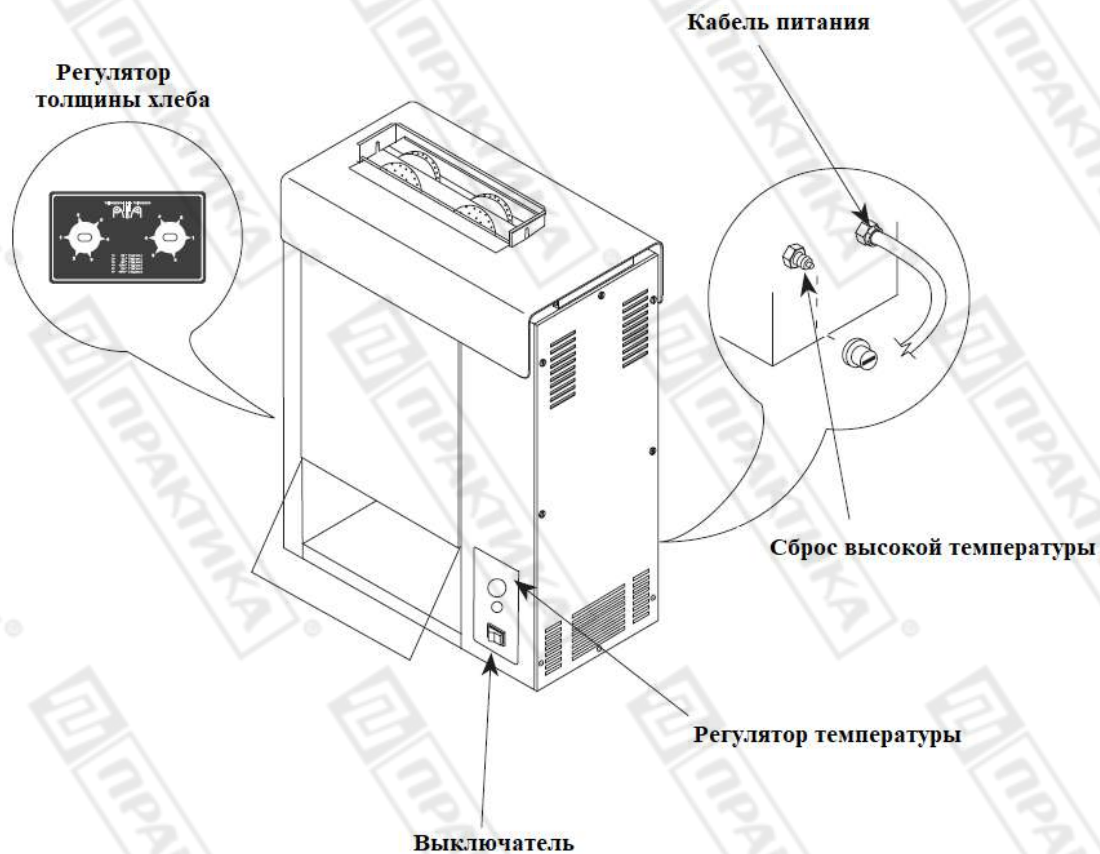

Рисунок 1
2. Включите выключатель (рис. 1). Поверните ручку температуры, чтобы включить лампу нагрева, и поджарьте хлеб, когда погаснет лампа нагрева.